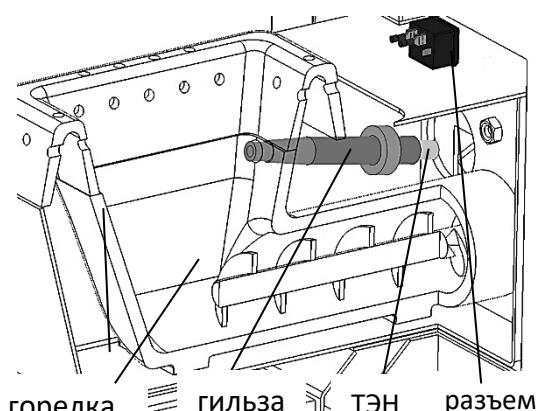

Рис. 7
- Авторозжиг топлива (Конструктивные изменения, заказывается при приобретении котла) (Рис.7).